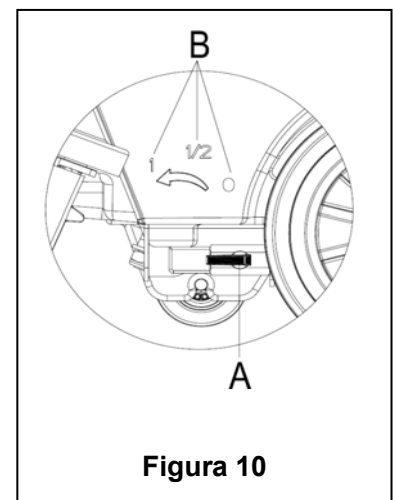

Figura 10
La regolazione della manopola della valvola di flusso (A, Figura 10) deve essere fatta quando l'interruttore (41) è in posizione "O".
12. il volume del flusso d'acqua può essere regolato per mezzo della manopola della valvola di flusso (A, Figura 10) in base alla quantità d'acqua effettivamente necessaria alla pulizia del pavimento.